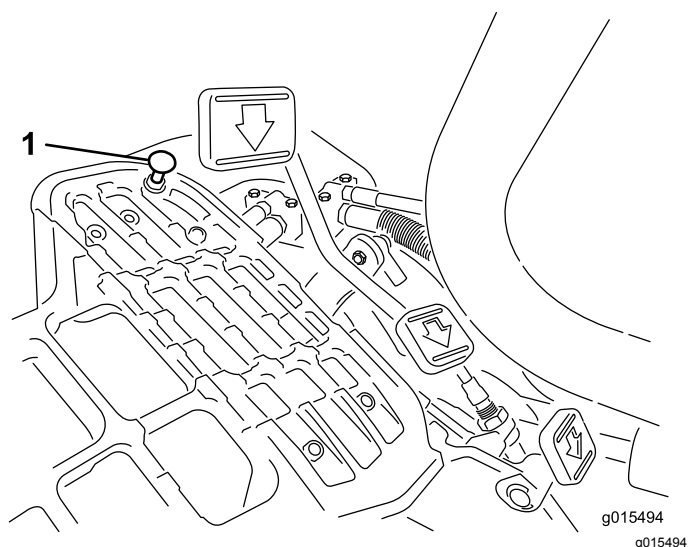

Рисунок 52
Нажмите на педаль тяги. Если педаль тяги касается упора (Рисунок 52) до того, как на тросике будет ощущаться натяжение, то требуется выполнить следующую регулировку:
1. Отпустите фланцевые гайки с буртиком, которые крепят упор педали к плите пола (Рисунок 52).